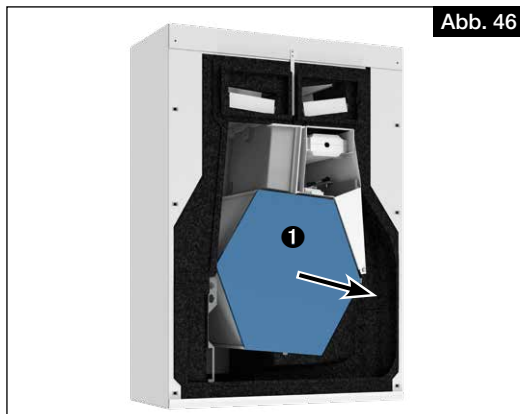

Abb. 46
3. Wärmetauscher ❶ vorsichtig aus dem Gerät ziehen (s. Abb. 46).